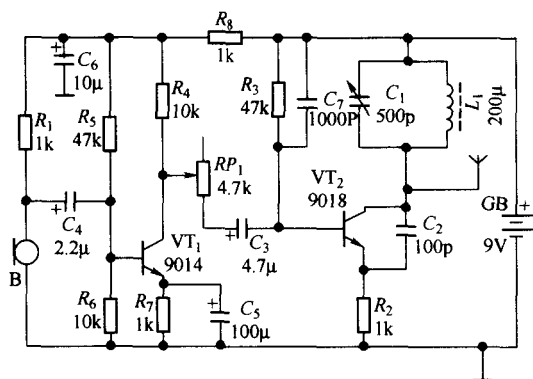

图 1-2 调幅音频发射电路
单元电原理图是电子产品整机电原理图中的一部分，并不单独成一张图。在一些书刊中，为了给分析某一单元电路的工作原理带来方便，将单元电路单独画成一张图纸。下面我们通过图 1-2 所示调幅音频发射电路图的例子，作进一步的说明。调幅音频发射电路其发射频率可在 $500 \sim 1600\text{kHz}$ 之间调整， C_1 、 C_2 、 L_1 、 VT_2 组成调幅振荡器电路，振荡频率可以通过调整 C_1 的电容量来调整。音频信号经过 VT_1 及其外围元件组成的放大电路放大后，再经过 RP_1 、 C_3 耦合到 VT_2 基极，与 VT_2 振荡器产生的载波叠加在一起后通过发射天线将音频信号发射出去。发射天线可以用一根 1m 左右的金属导线代替，元器件参数见图 1-2。
(1) 图形符号 图形符号是构成电路图的主体。在图 1-2 所示图中，各种图形符号代表了组成调幅音频发射电路的各个元器件。例如，小长方形“ $\text{—}\square\text{—}$ ”表示电阻器，两道短杠“ $\text{—}| \text{—}|$ ”表示电容器，连续的半圆形“ $\text{—}\sim\text{—}$ ”表示电感器等。各个元器件图形符号之间用连线连接起来，就可以反映出调幅音频发射电路的结构，
(2) 文字符号 文字符号是构成电路图的重要组成部分。为了进一步强调图形符号的性质，同时也为了分析、理解和阐述电路图的方便，在各个元器件的图形符号旁，标注有该元器件的文字符号。例如在图 1-2 所示图中，文字符号“R”表示电阻器，“C”表示电容器，“L”表示电感器，“VT”表示晶体管等。在一张电路图中，相同的元器件往往会有许多个，这也需要用文字符号将它们加以区别，一般是在该元器件文字符号的后面加上序号。例如在图 1-2 中，电阻器分别以“ R_1 ”、“ R_2 ”等表示，电容器分别标注为“ C_1 ”、“ C_2 ”、“ C_3 ”等，晶体管有两个，分别标注为“ VT_1 ”、“ VT_2 ”。
(3) 注释性字符 注释性字符用来说明元器件的数值大小或者具体型号，通常标注在图形和文字符号旁，它也是构成电路图的重要组成部分。例如图 1-2 所示图中，通过注释性字符即可以知道：电阻器 R_1 的阻值为 $1k\Omega$ ， R_2 的阻值为 $1k\Omega$ ；电容器 C_1 的电容量值为 $500pF$ ， C_2 的电容量值为 $100pF$ ， C_3 的电容量值为 $4.7\mu F$ ；晶体管 VT_1 、 VT_2 的型号分别为 9014、9018 等。注释性字符还用于电路图中其他需要说明的场合。由此可见，注释性字符是分析电路工作原理，特别是定量地分析、研究电路工作状态所不可缺少的。